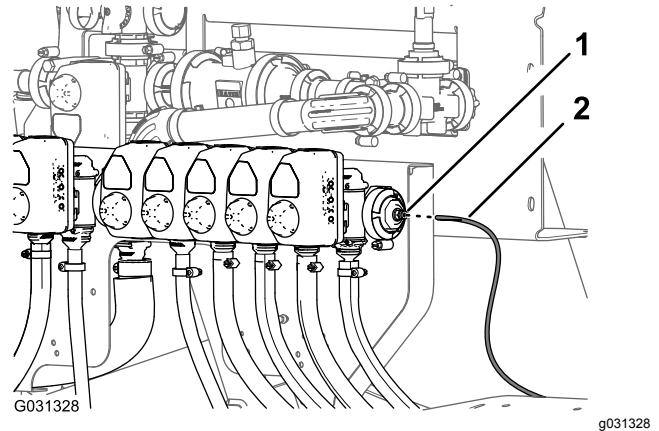

Figure 139
1. Alignez le bout du tube de détection de pression (plastique) associé au manomètre monté sur la planche de bord et la bague de blocage du raccord de tube (Figure 139).
2. Insérez le tube de détection dans la bague de blocage jusqu'à ce que le tube soit complètement engagé (Figure 139).